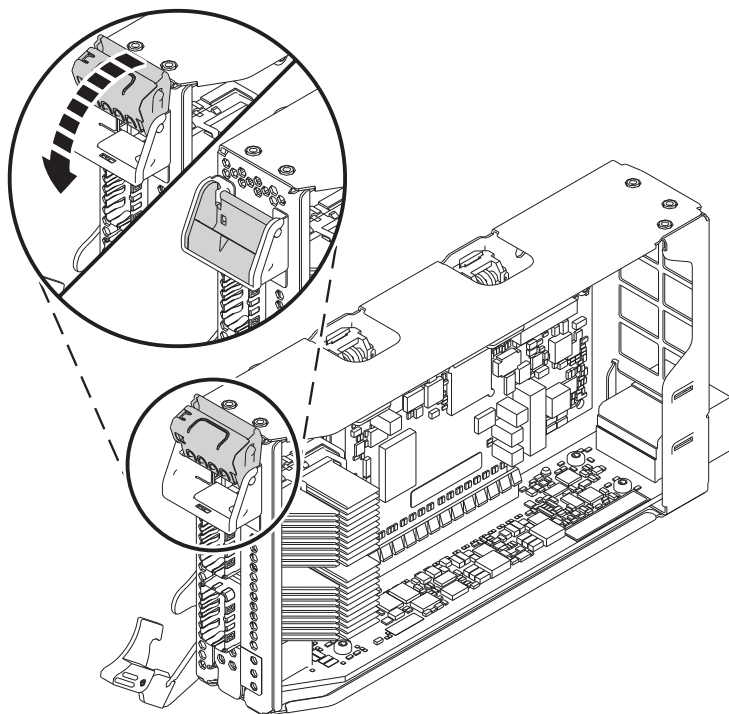

Figura 18. Col·locació de l'adaptador de perfil baix i longitud mitjana al casset de l'adaptador PCIe
- c. Per deixar l'adaptador bloquejat, feu girar el pestell de la contrapunta tal com es mostra a la Figura 18 a la pàgina 19.